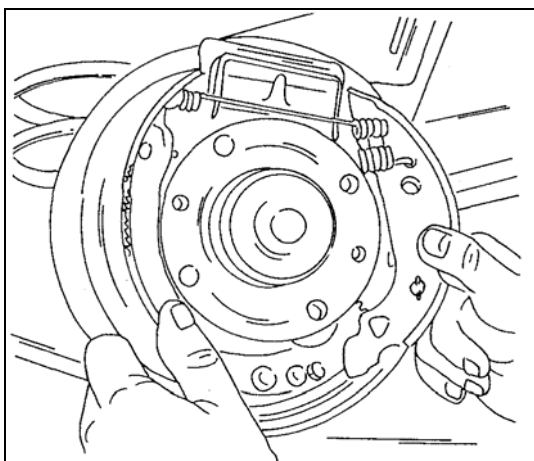

Bild 8 Die beiden Bremsbacken gezeigter Weise ansetzen. Die obere Rückzugfeder ist bereits eingehängt.
- 4 Die obere Rückzugfeder zwischen die beiden Backen einhängen und die beiden Bremsbacken in der in Bild 8 gezeigten Weise an der Bremsträgerplatte ansetzen. Die Enden der beiden Backen